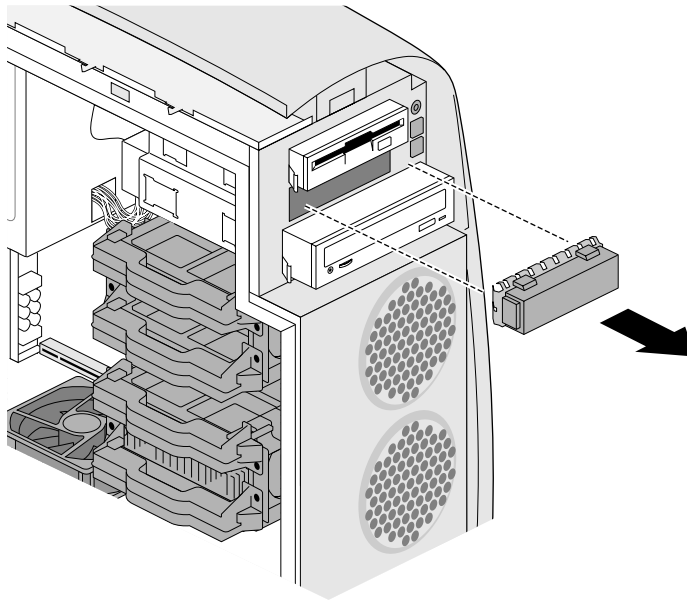

Figura 4-4 Removendo o painel vazio
8. Localize o painel vazio no compartimento onde será colocada a unidade, segure a borda do painel e retire-o do compartimento. Veja a Figura 4-4.